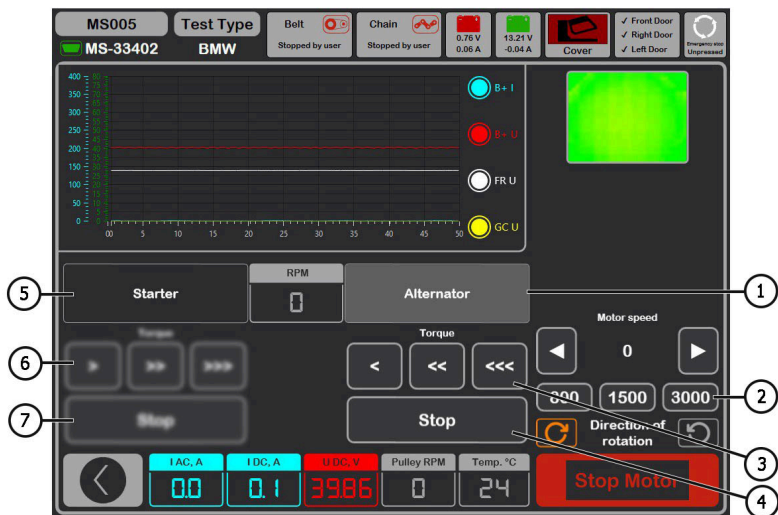

图 29. 48V 交流发电机检测模式菜单。
7.1. 在交流发电机检测界面（见图 29）选择“Alternator”模式（见位置 1）。